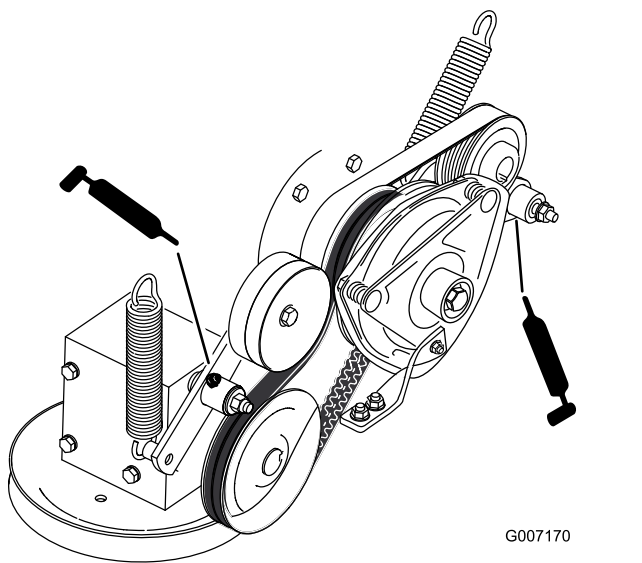

Figura 52
8. Lubrifique o braço intermédio da correia da transmissão da PTO (Figura 52).
9. Lubrifique com massa o braço do tambor falso da correia da bomba (Figura 52).